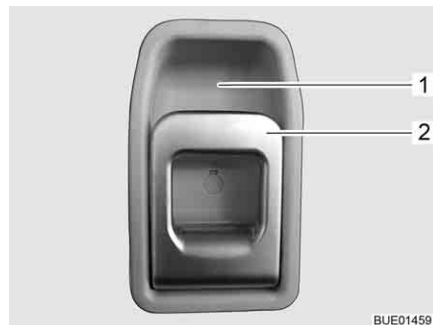

Fig. 59 Cerradura de la puerta de entrada, en el interior
- Tirar del tirador (Fig. 59,2). Se desbloqueó la cerradura de la puerta.
- Presionar la parte superior del tirador (Fig. 59,2) hacia el alojamiento del tirador (Fig. 59,1).